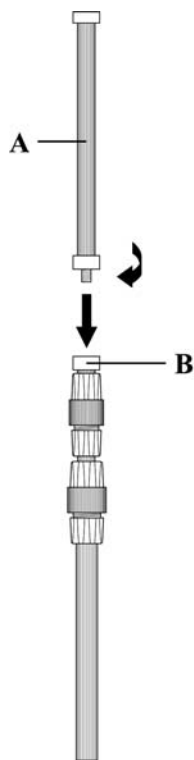

FIGURE 1
1. Vissez la Rallonge (FIGURE 1-A) sur la partie supérieure du Manche Télésco- pique (FIGURE 1-B). Tourner-la dans le sens des aiguilles d'une montre et serrez-la de manière ferme et sûre.